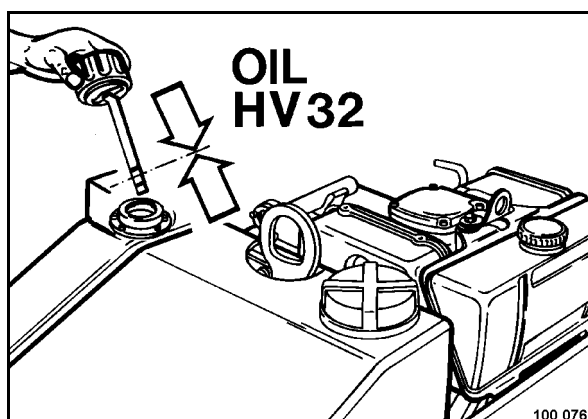

Fig. 57
- Limpiar el entorno de la boca de llenado (Fig. 57).